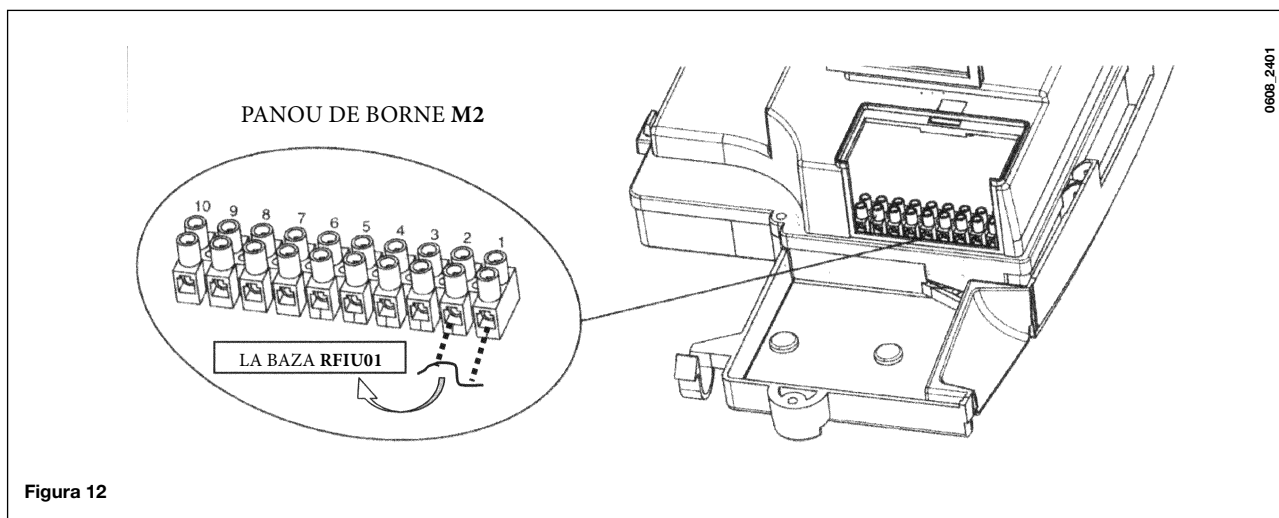

Figura 12
3. Conectați cele două fire electrice provenind de la bază la panoul de borne M2, după cum este ilustrat în figura 12;